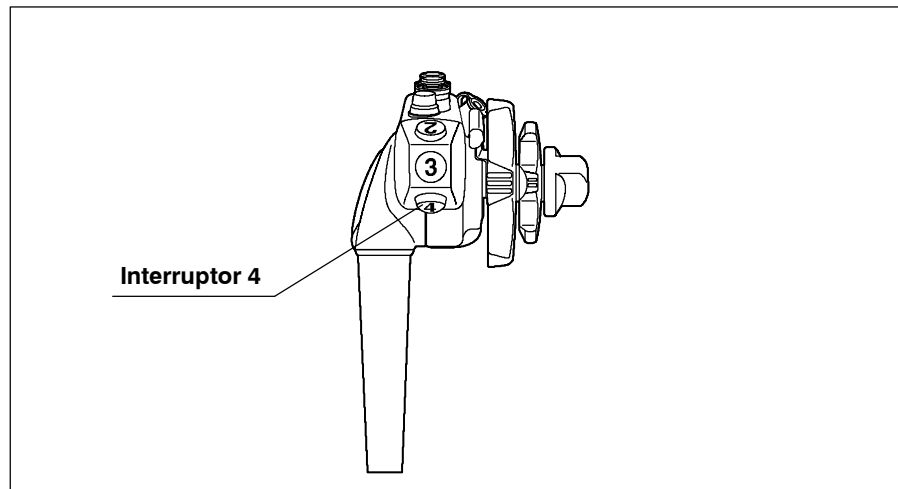
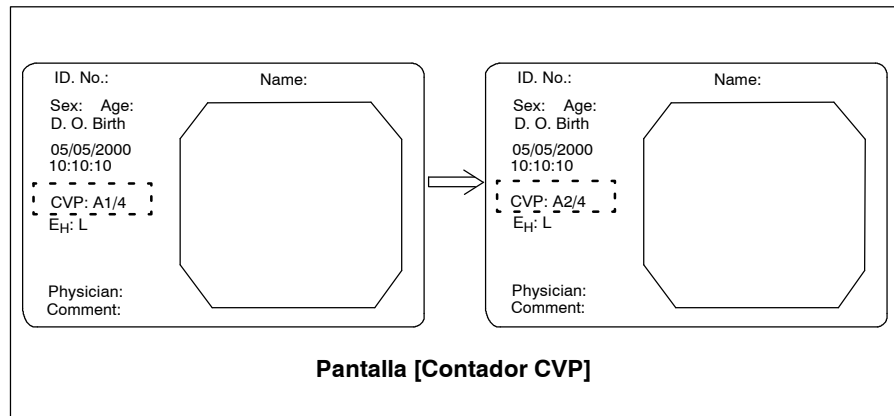

Figura 5.13
Figura 5.14
1. Accione el interruptor remoto 4 (Release) del endoscopio (Véase la figura 5.13) una vez para memorizar una imagen en el almacén de datos de la impresora. El contador CVP aumenta en un paso según se representa en la figura 5.14.